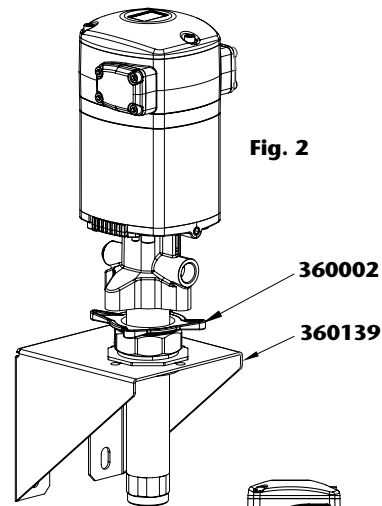

Fig. 2
- Montage mural avec adaptateur de bonde. Insérez la pompe à travers le support mural 360139 et la fixer avec l'adaptateur de bonde 360002 (fig. 2).